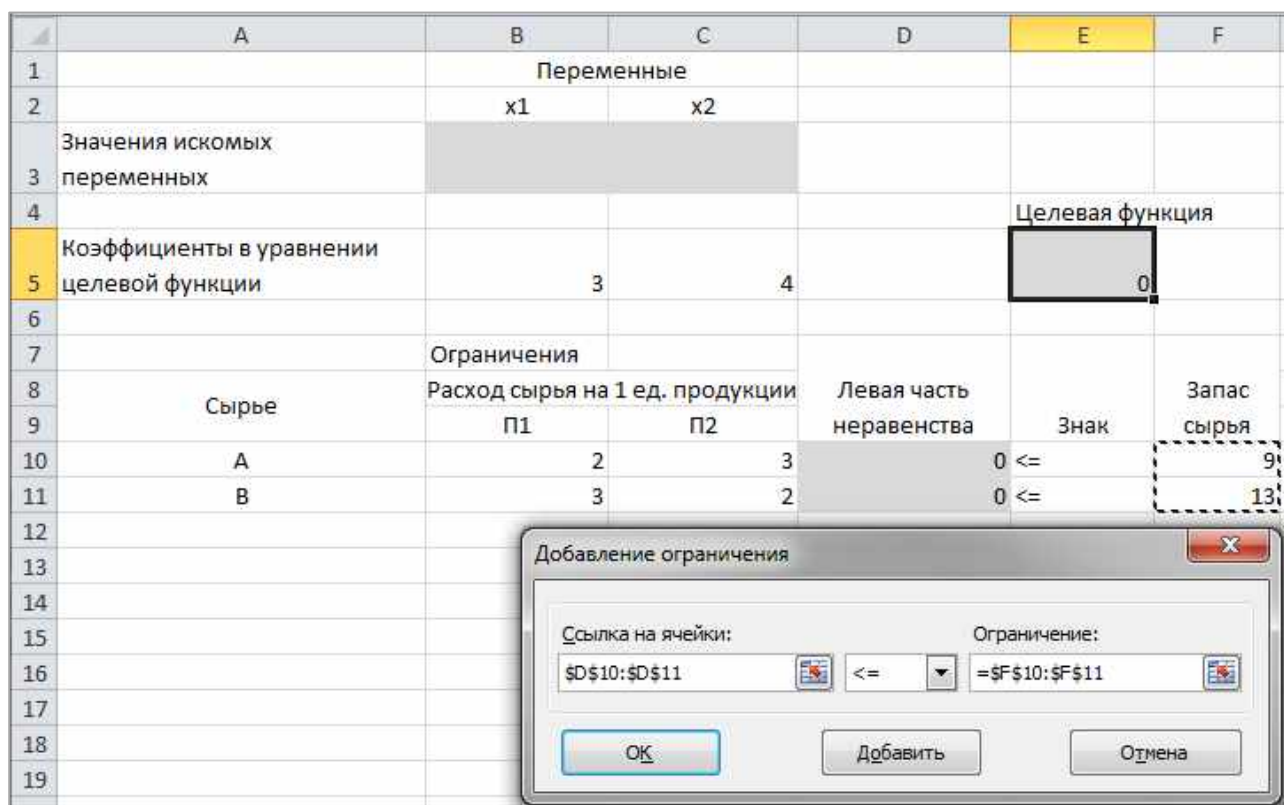

Рис. 7
- в области В соответствии с ограничениями с помощью кнопки Добавить размещаем все ограничения нашей задачи (рис. 7);
указываем в поле Ссылка на ячейки диапазон D10:D11, выбираем в раскрывающемся списке знак неравенства, в поле Ограничение выделяем диапазон F10:F11 и нажимаем кнопку Добавить (рис. 7), чтобы принять ограничение и добавить следующее ограничение. Для принятия ограничения и возврата к диалоговому окну Поиск решения нажмите кнопку Ok.